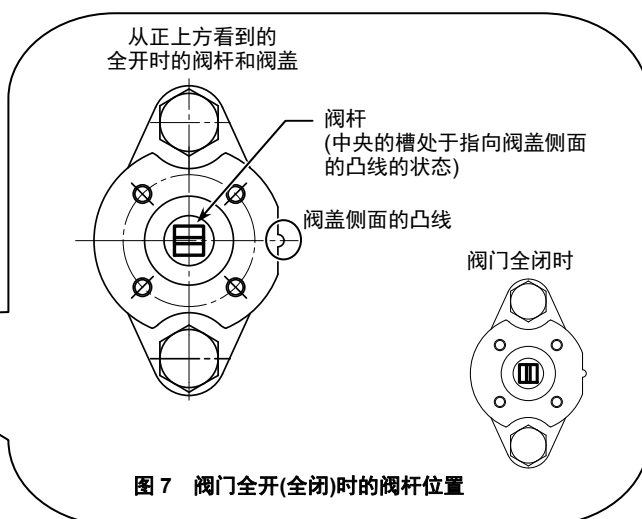

图7 阀门全开(全闭)时的阀杆位置
- (1) 请确认阀门开度处于全开(100%)。(出厂时被设定为全开位置。) 如图7所示,可通过阀杆顶部的槽和阀盖侧面的凸线来确认开度。在将阀门调整到全开位置的情况下,请使用扳手等进行调整,直到阀门的阀杆变为图7所示的位置。
- (2) 请使用扳手等工具,通过带垫圈的六角螺栓将阀门和连接支架紧固(M6、4处)。请以7.0~10.0 N·m的紧固扭矩拧紧螺栓。连接支架的组合位置可对照螺栓的安装孔,以每90度进行改变。(连接支架、隔热垫片、4个带垫圈的六角螺栓是阀门的附件。)